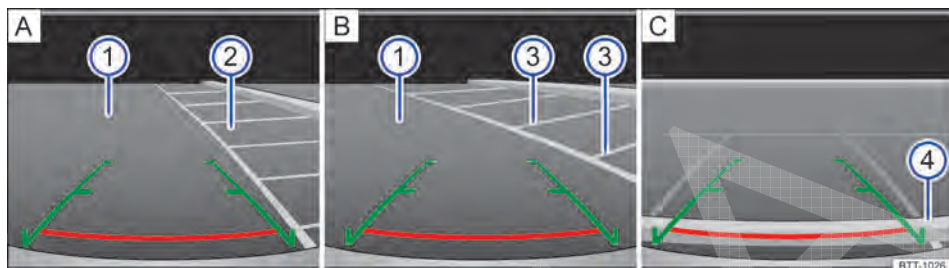

Fig. 119 Exibição do display do rádio ou do sistema de navegação: entrar na vaga de estacionamento com a câmera de marcha a ré (representação esquemática).
Legenda para exibição do display → Fig. 119:
2.	Posicionar o veículo na frente da vaga de estacionamento → Fig. 119 A ② .
4.	Conduzir para trás devagar e manobrar de modo que as guias verdes laterais conduzam entre as linhas de delimitação da vaga de estacionamento selecionada → Fig. 119 A ④ . Observar a seguinte mensagem: Controlar a trajetória do veículo! → ▲ em Introdução ao tema na página 150!